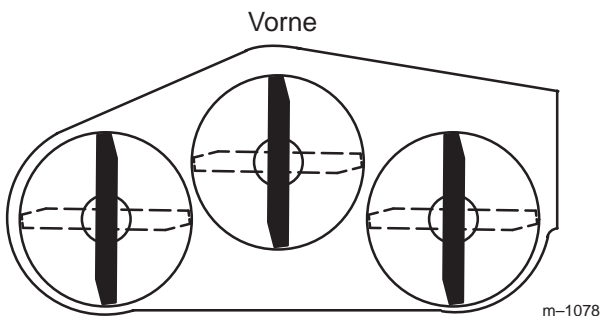
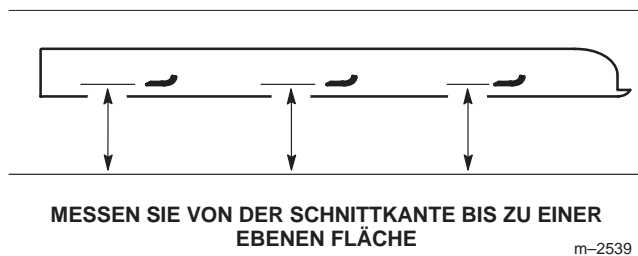

Bild 34
Bild 35
3. Drehen Sie die Schnittmesser, bis die Enden in Längsrichtung gerichtet sind (Bild 34). Messen Sie von einer ebenen Oberfläche bis zur Schnittkante der Messer (Bild 35). Zeichnen Sie dieses Maß auf.